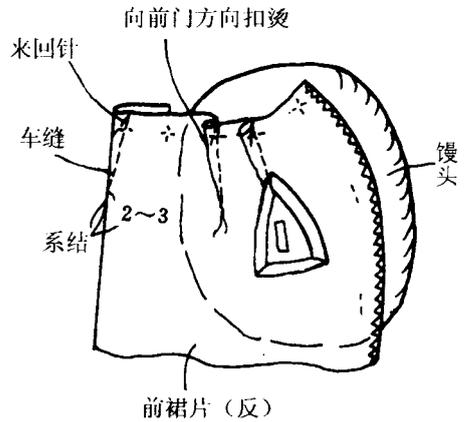

图 1-5
5. 缝制前后裙片省。将前裙片正面相对，顺省的净印车缝。在省的上端车缝来回针；在省尖处不要车缝来回针，上下车缝线各留 5~7cm，将它们系两个结后，再剪成 2~3cm 长，然后用熨斗将省向前门方向扣烫。后裙片省的缝制方法与前裙片省的缝制方法相同。见图 1-5。